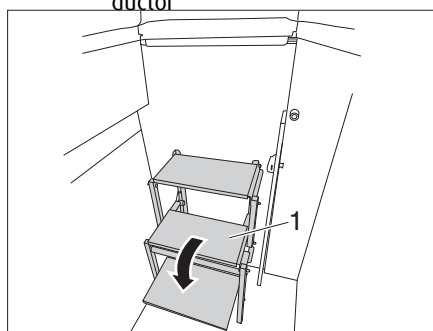

Fig. 62 Desplegar la escalera
- Desplegar la escalera (Fig. 62,1).
- Plegar la escalera (Fig. 62,1).